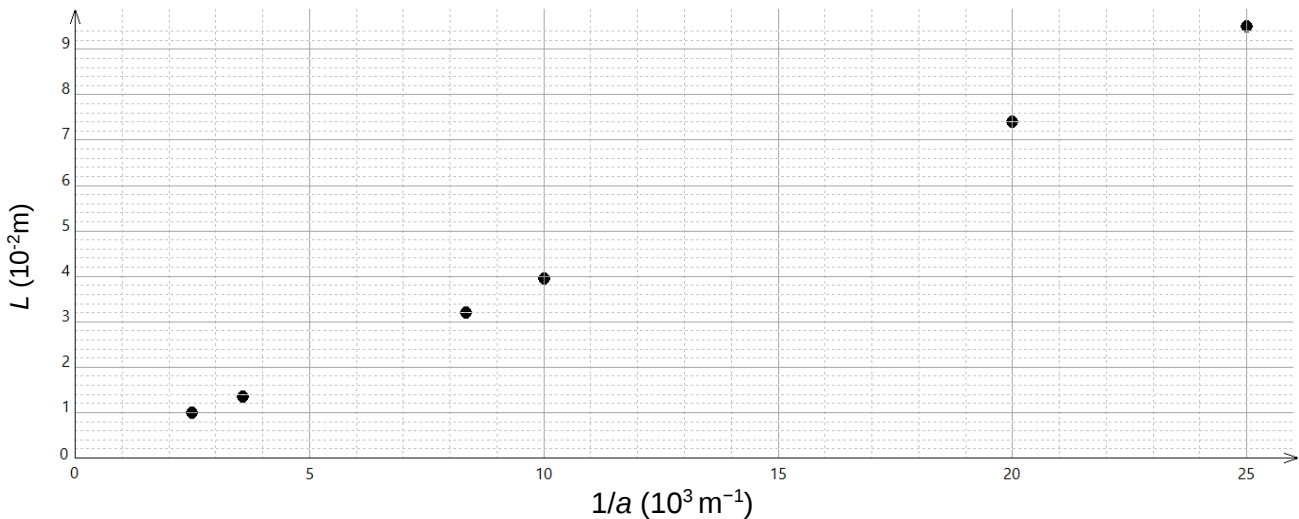

Figure 3 – Représentation graphique de L en fonction de $1/a$
Q.4. Justifier que les résultats expérimentaux de la figure 3 sont compatibles avec la modélisation $L = k \times \frac{1}{a}$ où k est une constante.